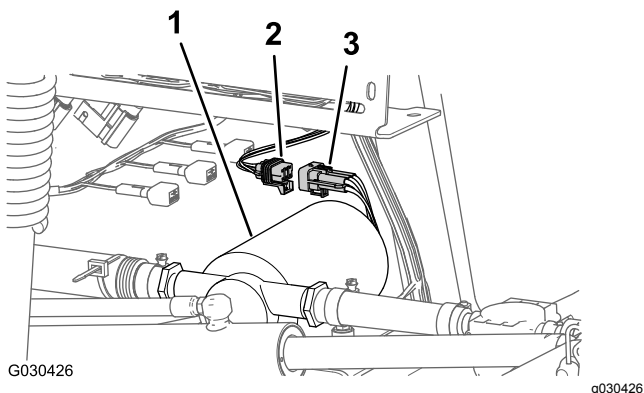

Figura 6
- Desconecte el conector de 6 pines del arnés de cables de la bomba de enjuague del conector hembra de 6 vías del arnés principal trasero (Figura 6).